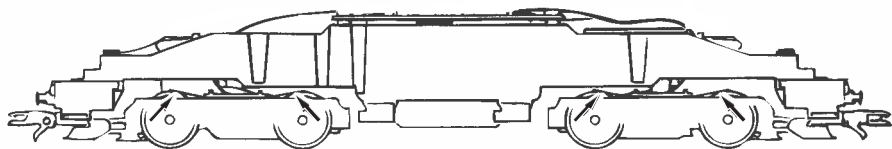

Fig. 6
3. Haftreifenwechsel: Zuerst den Getriebedeckel abnehmen (Fig. 6). Danach den **Radsatz** herausnehmen und die **Haftreifen** mit einer Nadel od. mit einem feinen Schraubendreher abziehen (Fig. 6). Beim Aufziehen der neuen Haftreifen darauf achten, dass diese sich nicht verdrehen.
1. Cleaning of wheel contacts: Wheel contacts easily get dirty on tracks which are not entirely clean. Use a small brush to **remove dirt** from spots marked in fig. 6.
3. Change of traction tyre: Remove the gear cover (fig. 6). Take out **wheel set** and remove **traction tyre** using a pin or a fine screwdriver (fig. 6). When pressing on the new traction tyre please **avoid twisting it**.
3. Échange des bandages d'adhérence: Démontez d'abord le **couvercle du carter des engrenages** des engrenages (fig. 6). Délogez ensuite les essieux bandagés et enlevez, à l'aide d'une aiguille ou d'un tourne-vis fin, les bandages d'adhérence (fig. 6). Lors du montage des nouveaux bandages veuillez veiller à ce que les bandages **ne soient pas tordues**.